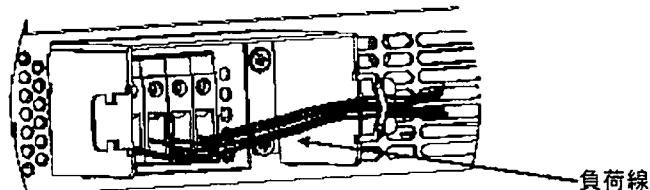

図3-9: 保護カバーと負荷線の取付け
6. 束線バンドを使って負荷線を保護カバーの一方に締め付けます。図3-9を参照下さい。